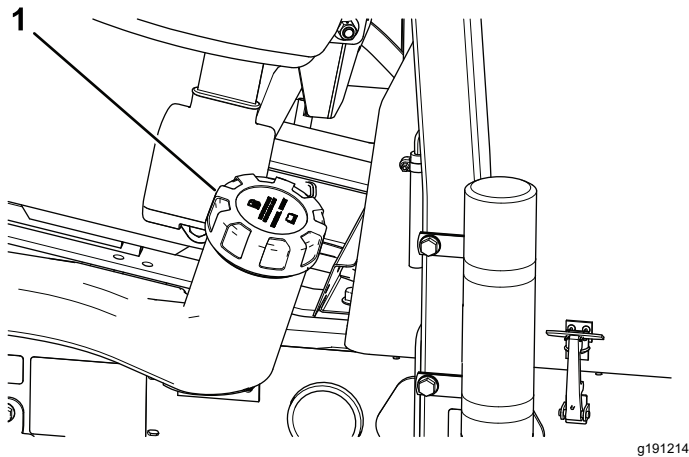

Figura 36
2. Limpie la zona alrededor del tapón del depósito de combustible (Figura 36).